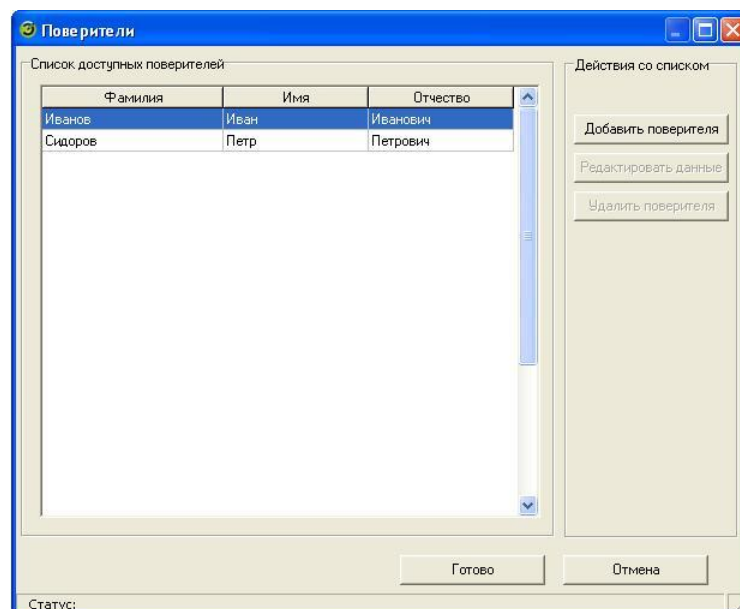

Рисунок 3.5.3 – Диалог выбора поверителя
- «Добавить». Кнопка предназначена для добавления поверителя в процесс поверки. При нажатии на неё выводится диалог выбора поверителя (рисунок 3.5.3).